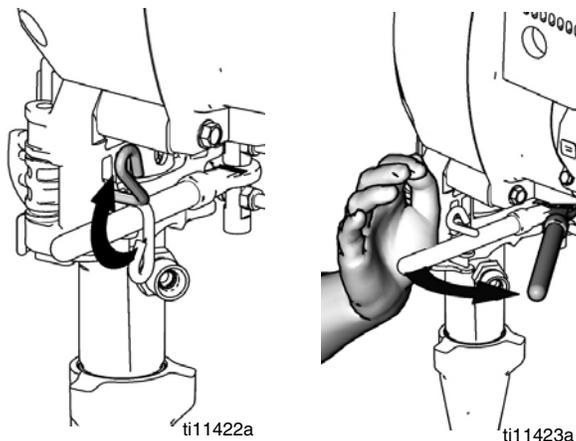

FIG. 13
- Fig. 13. Retire los dos tornillos (71) y baje la tapa (169a).